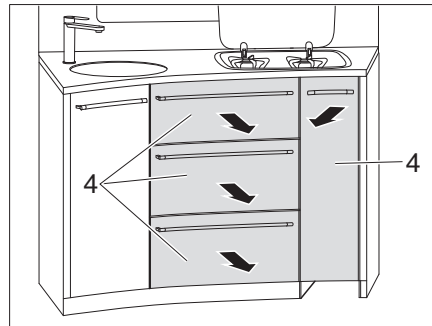

Fig. 122 Estrarre e togliere i cassetti della cucina
- Estrarre e togliere i cassetti della cucina (Fig. 122,4).